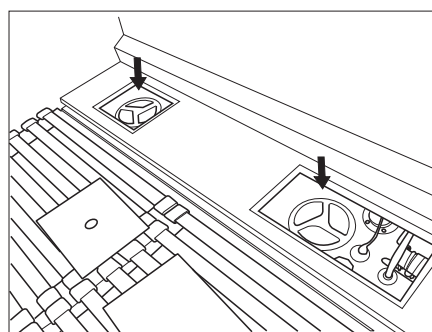

Figura 69 Aberturas de limpieza del depósito de agua potable (similar a la ilustración)
- Desatornillar y retirar las aberturas de limpieza (Figura 69).